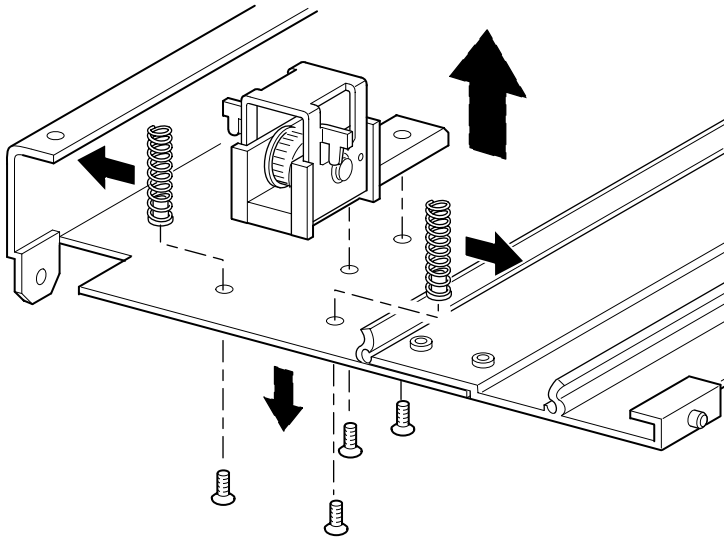

Abbildung 2–13. Entfernen der Riemenspannrampe und Umlenkrolle.
8. Gehen Sie zum Anbauen einer 5U- oder 10U-Erweiterung wie nachstehend beschrieben vor (siehe Abbildung 2–14):